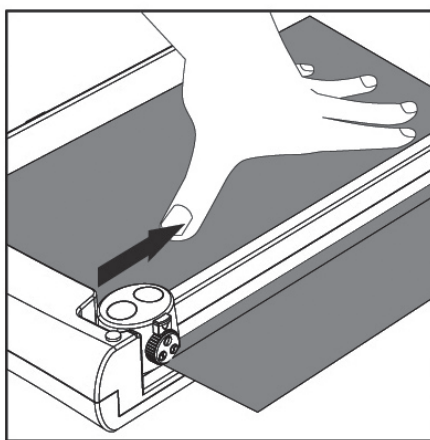

Abb. 4
- Das Zuschnittmaterial mit einer Hand nach unten drücken. Schneidkopf mit der anderen Hand herunterdrücken und das Messer zur anderen Seite der Führungsschiene schieben (siehe Abb. 4).